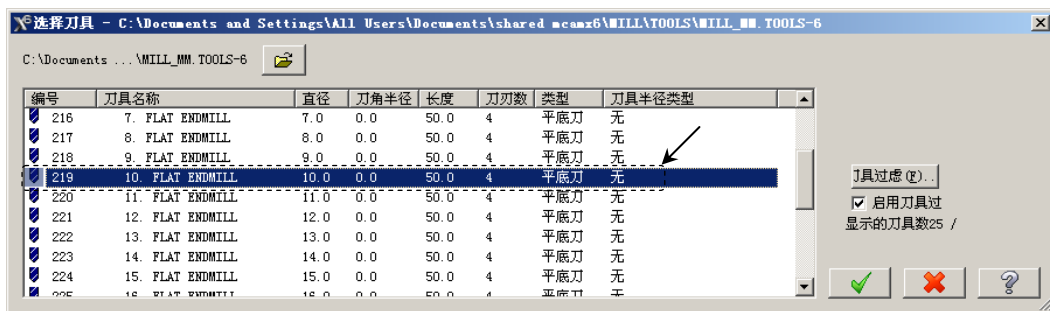

图 5.25 “选择刀具”对话框
Step4. 选择刀具。在“曲面精加工浅平面”对话框中单击 **选择刀库** 按钮，系统弹出“选择刀具”对话框，在该对话框的列表框中选择图 5.25 所示的刀具。单击 按钮，关闭“选择刀具”对话框，系统返回至“曲面精加工浅平面”对话框。